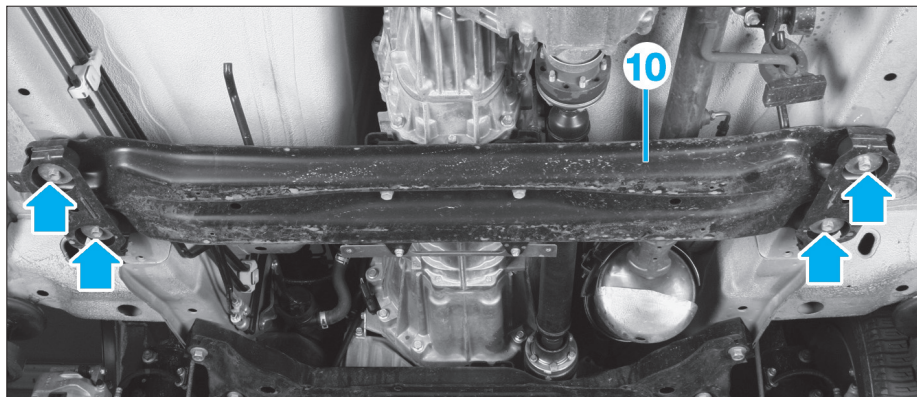

FIG. 11
- Déposer la traverse avant (10) (Fig.11).